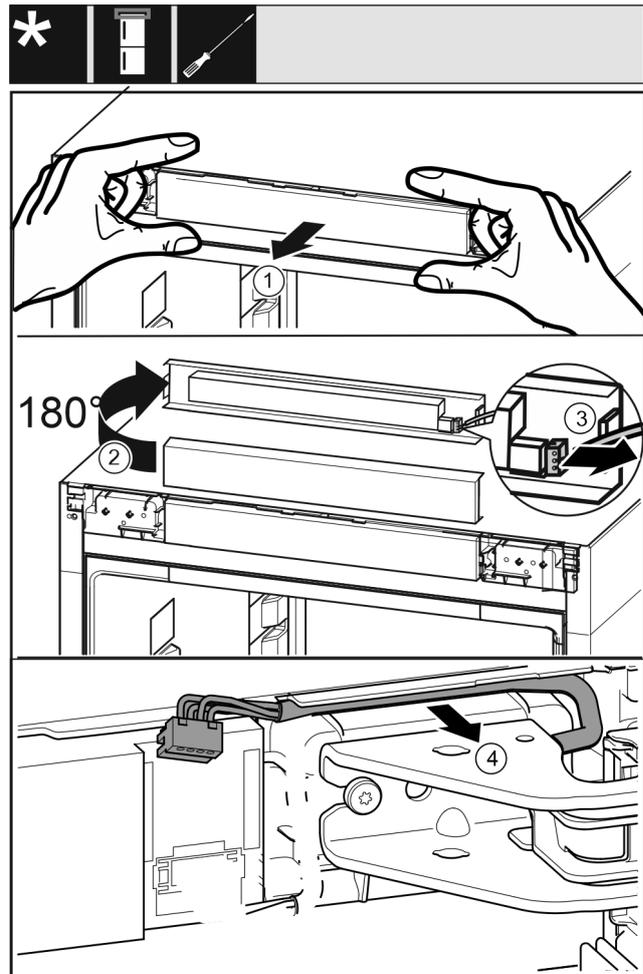

Fig. 19
- ▶ Løsne betjeningsdekselet til apparatet forsiktig fremover. Fig. 19 (1)
- ▶ Vri betjeningsdekselet oppover 180°. Fig. 19 (2)
- ▶ Trykk låsetappen bakover, og trykk pluggen forsiktig ut. Fig. 19 (3)
- ▶ Løsne kabelen over lagerbukken forsiktig ut av føringen. Fig. 19 (4)